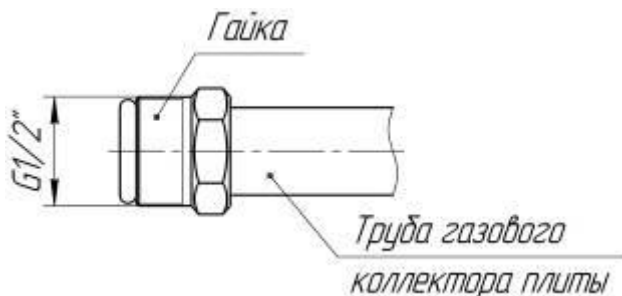

Рис. 1. Конструкция газового коллектора
2) На плите предусмотрен подвод газа, что позволяет присоединять её к магистральному газопроводу с помощью гибкого шланга. На выходе газового коллектора плиты расположена гайка с наружной цилиндрической резьбой G1/2", предназначенная для подключения плиты к сетевому газопроводу (см. Рис. 1).